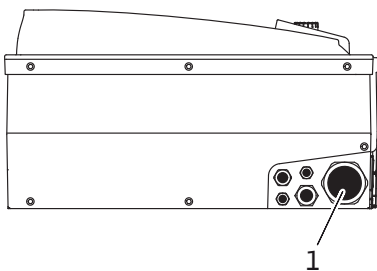

Fig. 22: Káblová priechodka M40
- Pripojenie na sieť je nutné viesť cez káblovú priechodku M40 (Fig. 22, pol. 1).